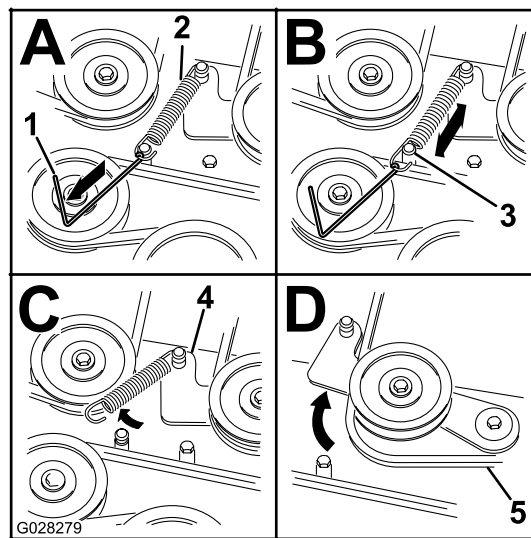

Figure 76
5. Détachez le ressort de la poulie de tension à ressort; voir Figure 76.
Remarque: Utilisez l'outil de dépose de ressort (réf. Toro 92-5771) pour décrocher le ressort de l'ergot du tablier de coupe (Figure 76).